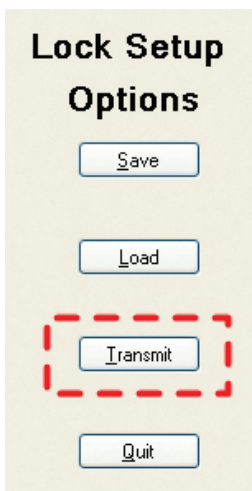

Abbildung 14
5. Klicken Sie in der Software auf **Transmit** (Abbildung 14).